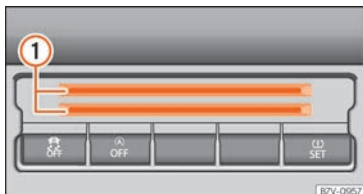

Fig. 184 Console centrale, in basso: vano per tessere.
Nella parte inferiore della console centrale è presente un vano »» **fig. 184** ① per depositare monete, tessere, scontrini di parcheggio o simili.